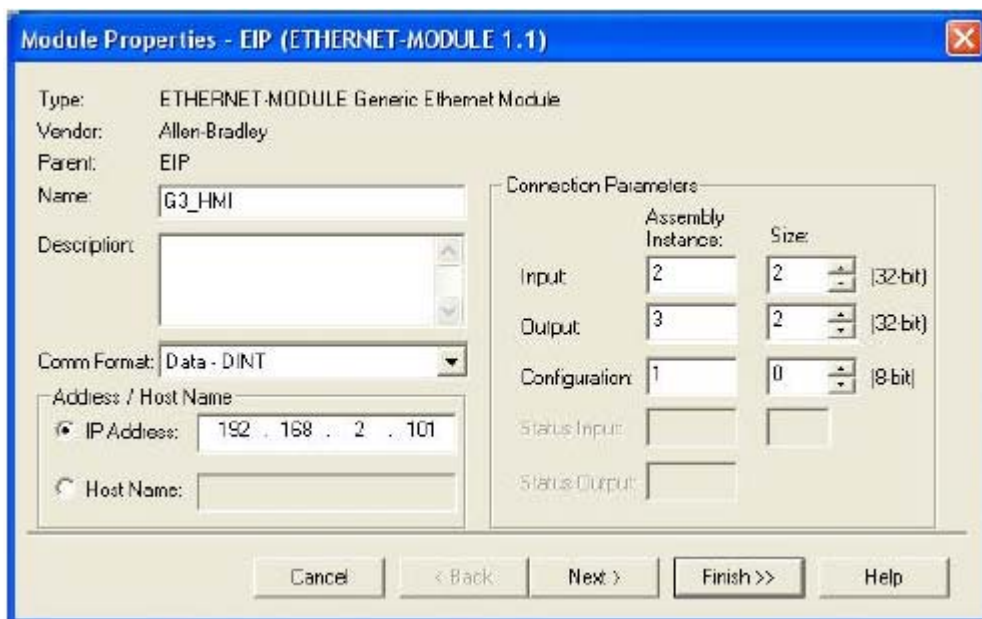

FIG. 73. Propiedades de módulo Ethernet
- d. Haga clic en OK (Aceptar). Se abrirá la ventana Module Properties (Propiedades de módulo). Vea la FIG. 73.
- e. En el campo Name (Nombre), entre un nombre descriptivo para identificar el módulo. Vea la FIG. 73.
1. **Configuración de Ethernet.** Configure la Dirección IP en 192.168.2.101. Esta debe coincidir con el valor de Dirección/nombre del host entrado en la FIG. 73.